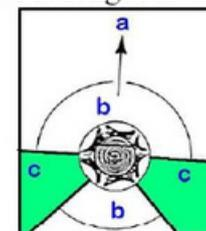

Fig. 17
Cette voie de retraite doit s'étendre vers l'arrière et en diagonale derrière la ligne de chute prévue comme l'illustre la Fig. 17.
Ne commencer l'abattage qu'après avoir prévu une voie de retraite, voir Fig. 17 : (a) Sens de chute de l'arbre ; (b) zone de danger ; (c) voie de retraite.
2. Nettoyer la zone de travail autour de l'arbre. Prévoir une voie de retraite (Fig.17) pour le moment où l'arbre va tomber et bien se caler les pieds pour assurer sa posture.